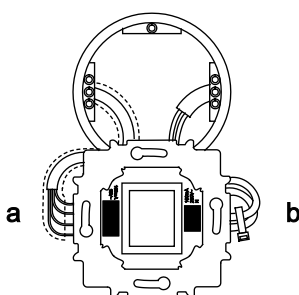

Рис. 2: Механизм сетевого блока
3. Соберите вместе жилы сетевого кабеля (230 В) с помощью прилагаемых кабельных стяжек (Рис. 2: b).
4. Линии низкого напряжения проведите через прилагаемый изолирующий шланг (Рис. 2: a).